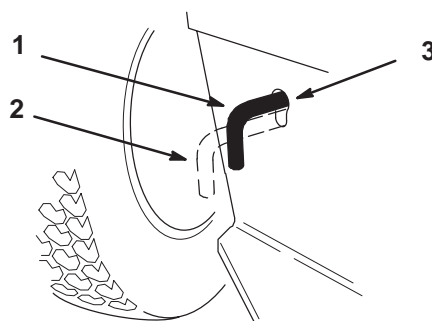

Figure 26
2. Poussez la tige de commande de transmission en position de **poussée**. Cela a pour effet de débrayer la transmission et de permettre aux roues de tourner librement (Fig. 26).
1. Poussez la tige de commande de transmission en position de **fonctionnement** (Fig. 26).